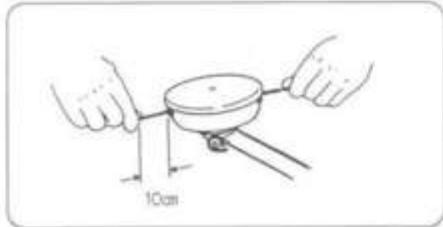

図17
⑧セットが確認されましたらナイロンコードを引っ張りコード出寸法がコード出口より約10cmのところで切断してください。(図17)